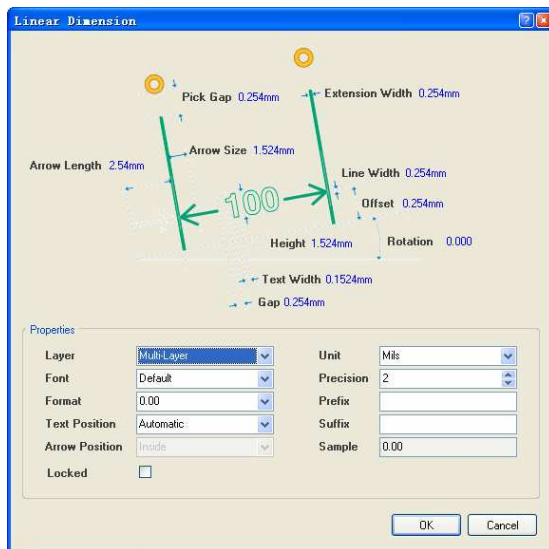

图 7.62 “Linear Dimension” 对话框
(1) 单击“Utilities”工具栏中的尺寸工具按钮，在弹出的工具栏中选择直线尺寸工具按钮，或者选择“Place”->“Dimension”->“Linear”命令。
(2) 单击“Tab”键，打开如图 7.62 所示的“Linear Dimension”对话框。
如图 7.62 所示的“Linear Dimension”对话框用于设置直线标注的属性，其中的选项功能如下。